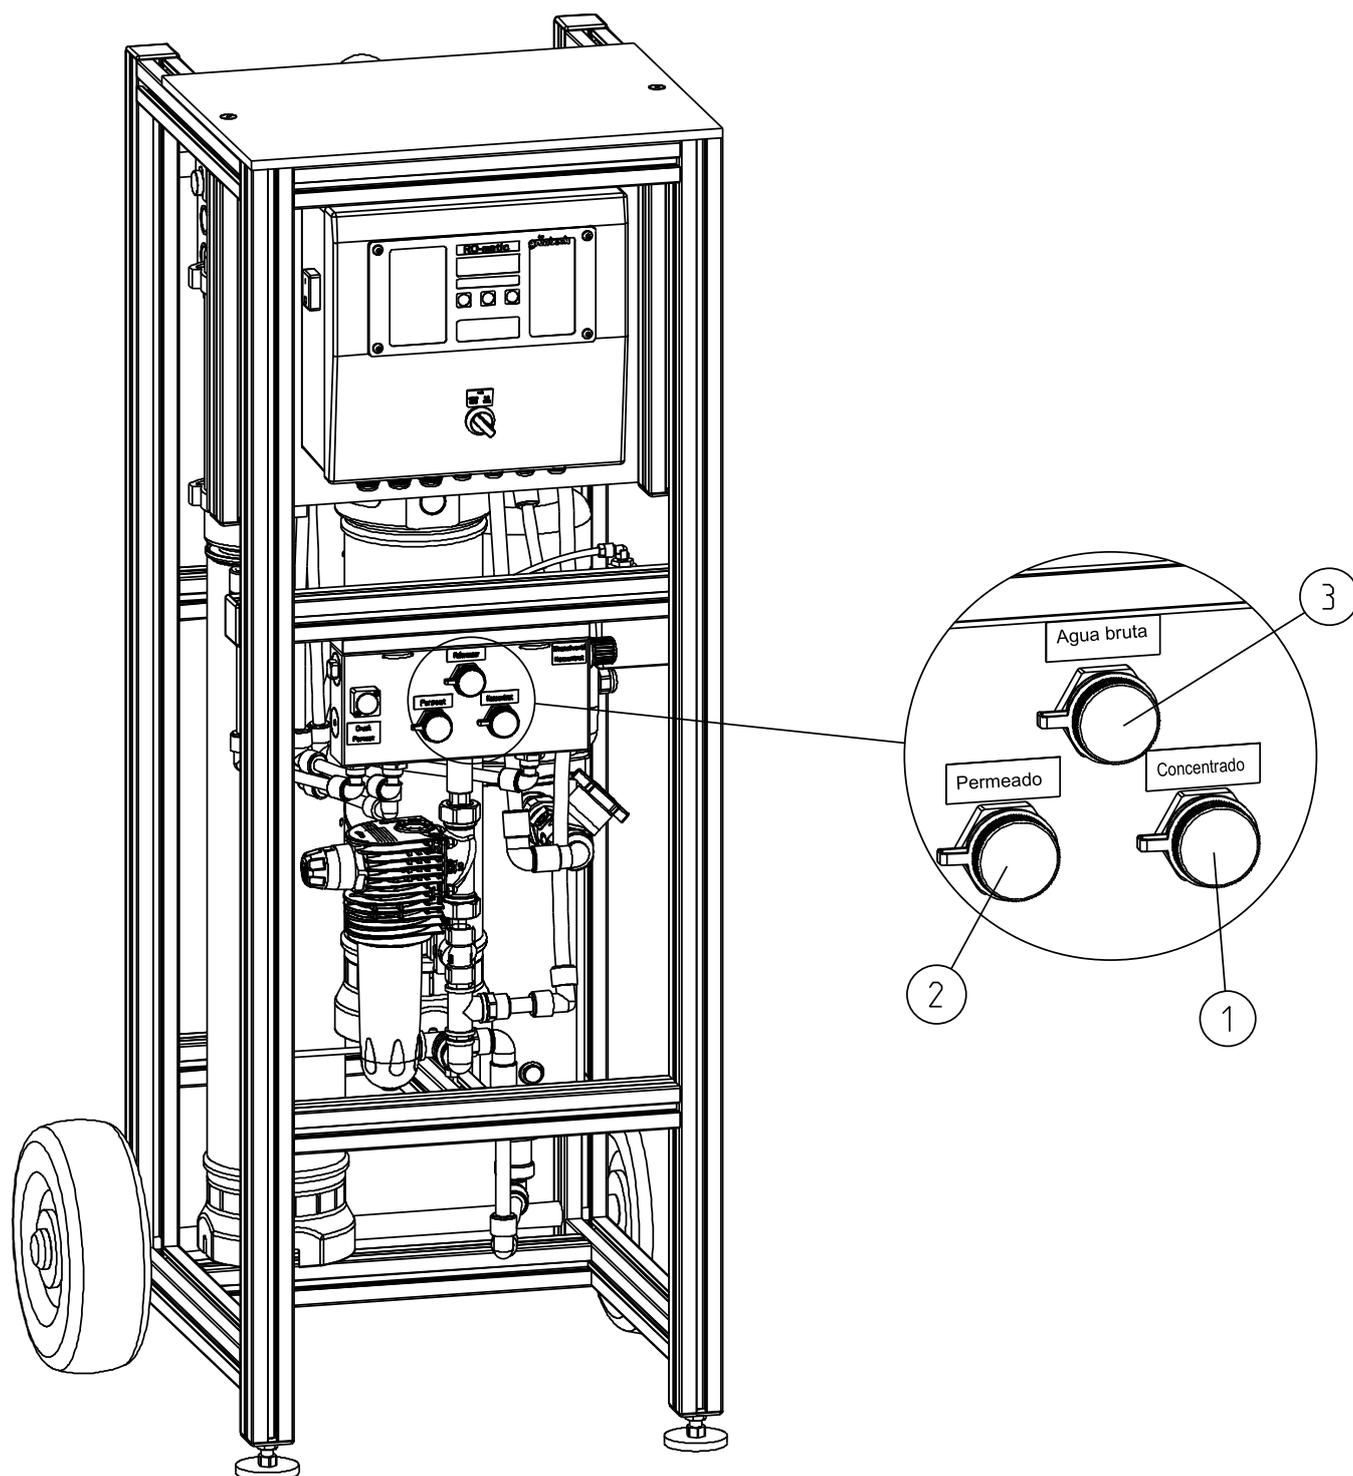

Fig. E-1: Conexiones de la instalación móvil de ósmosis inversa AVRO-flex 400
- Conectar el agua de alimentación/tubo flexible de agua bruta a la instalación (véase fig. E-1, n.º 3).
- Conectar el tubo flexible de permeado a la instalación y al sistema que se va a llenar (véase fig. E-1, n.º 2).
- Conectar el tubo flexible de concentrado a la instalación (véase fig. E-1, n.º 1). Conducir la línea con pendiente hacia el drenaje y conectarla según la norma EN 1717 (salida libre).
La membrana se protege con un conservante durante el almacenamiento y el transporte. Antes de la primera puesta en servicio se debe lavar este conservante. Para ello, hay que conducir los tubos flexibles del concentrado (véase fig. E-1, n.º 1) y del permeado (véase fig. E-1, n.º 2) al drenaje.